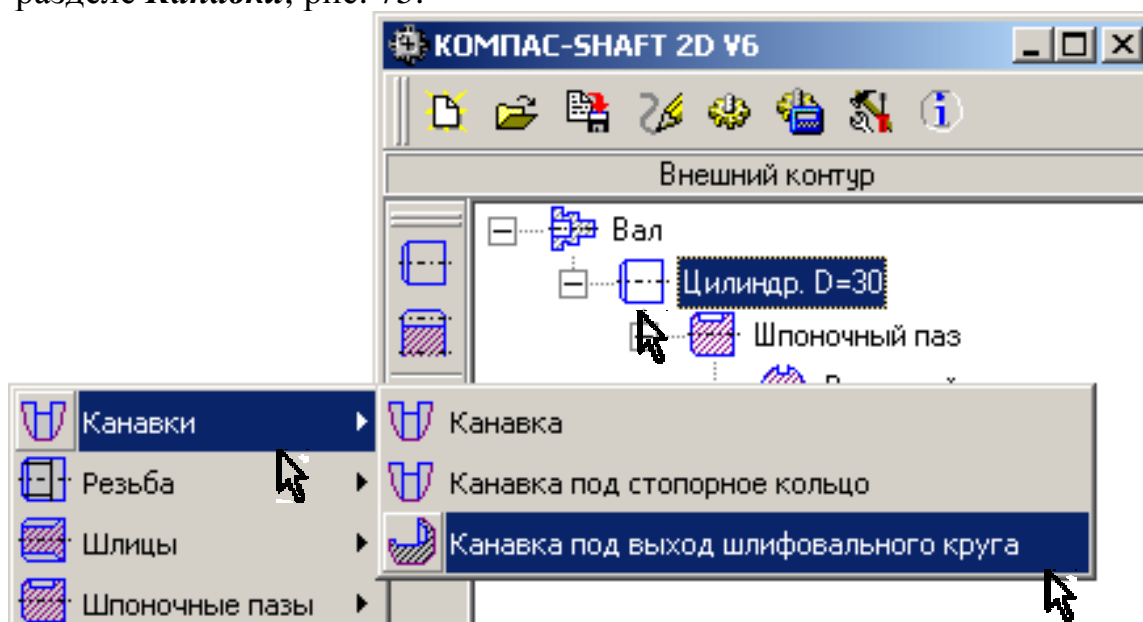

Рис. 75
- Для того чтобы изобразить канавку для выхода шлифовального круга, в дереве построения курсором выделите цилиндрическую ступень «Цилиндр. D=30», выберите команду **Дополнительные элементы ступеней** и нажмите кнопку **Канавки для выхода шлифовального круга** в разделе **Канавки**, рис. 75.